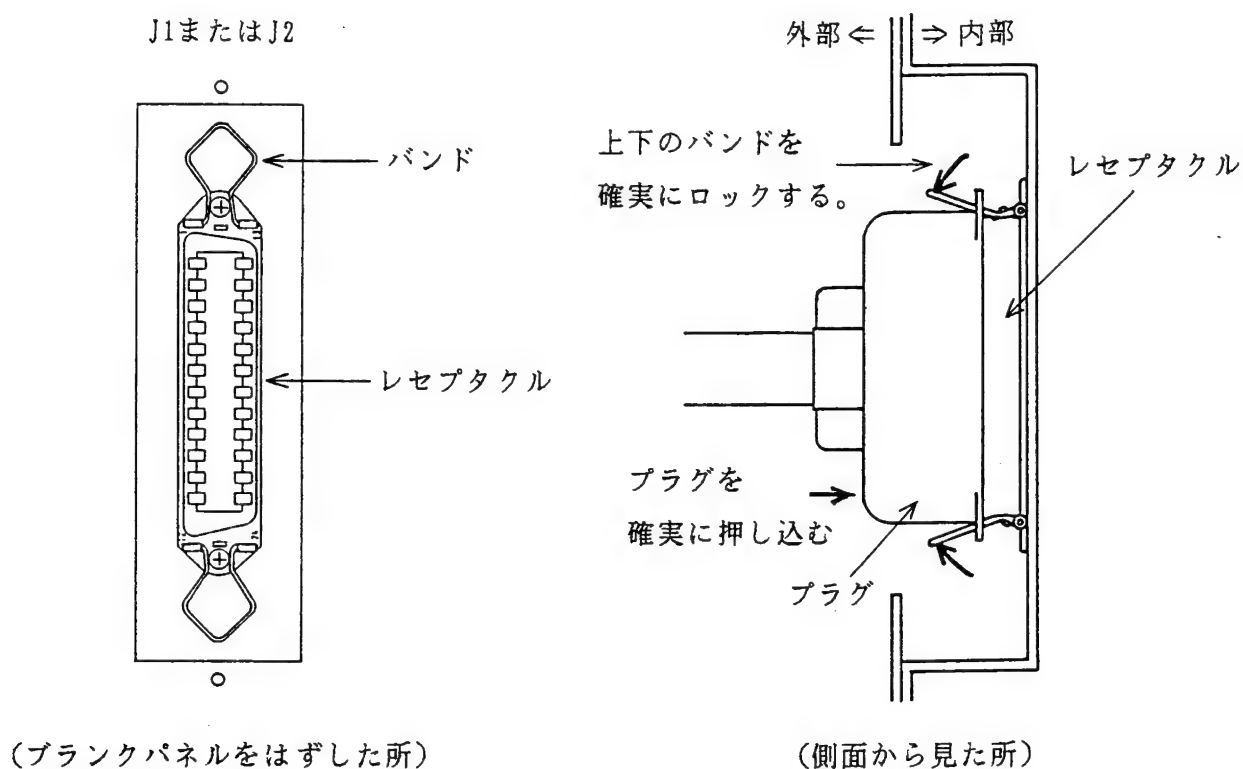

図 3-7
2) 内部レセプタクル(コネクタ)に、PD01M-PCR 形、または PD01S-PCR 形のプラグ(PLUG-M ①または、PLUG-S ②または、PLUG-S 1 ④または、PLUG-S 2 ⑤)を確実に押し込み、レセプタクルのバンドをロックしてください。(図 3-7 を参照してください。)